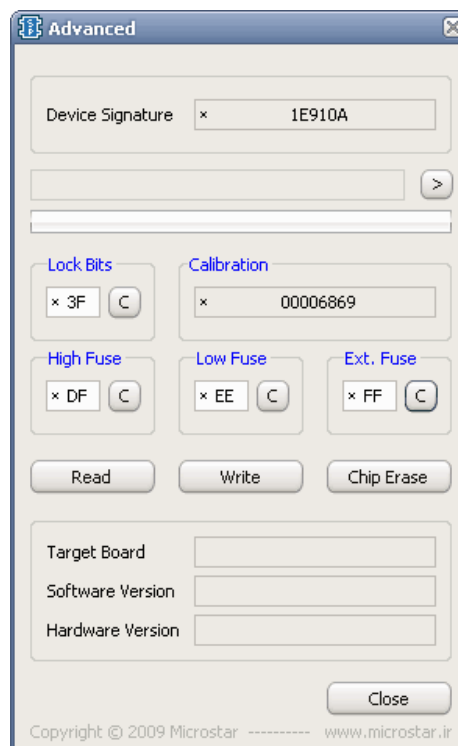
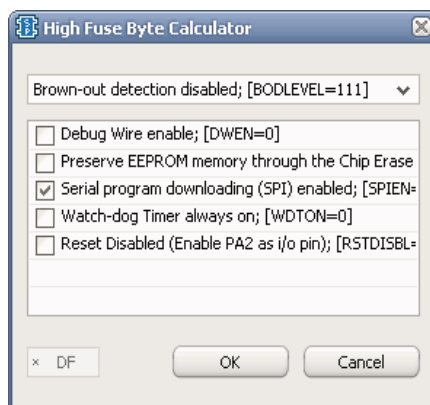

Рисунок 1.65 –
Рисунок 1.66 – Вікно Fuse-калькулятора програми SinaProg
- робота з Fuse bits. Вікно пресетів та кнопку «Program» не чіпаємо – це для роботи з пресетами. Кнопка «Advanced ...» відкриває вікно встановлення Fuse bits (рис. 1.65);
2. За допомогою Fuse-калькулятора (рис. 1.66). Для переходу в цей режим тиснемо «С» біля потрібного байта Fuse. Відкриється вікно калькулятора, де і вибираються потрібні режими роботи. Після того як всі значення виставлені тиснемо «Write» (рис. 1.65). Значення Fuse bits тут не як по DataSheet, а інверсно. Чек-бокс дозволяється вибрану функцію. У такому разі це логічно, якщо сприймати калькулятор як налаштувач конфігурації.